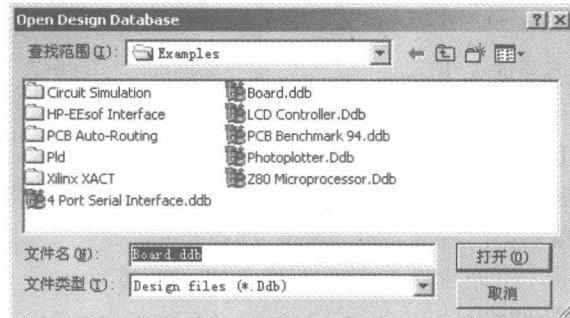

图 1-9 “Open Design Database” 对话框
3) Open: 打开已存在的设计库。执行该命令后，系统将弹出如图 1-9 所示的“Open Design Database”对话框，在其中选择需要打开的文件对象或设计数据库。